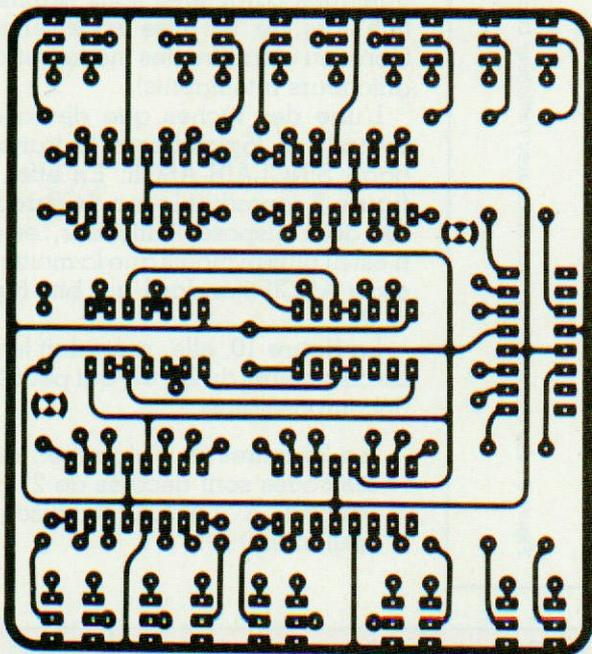

Figure 5 - Tracé du circuit imprimé universel.
- nous donnons à la figure 5 un tracé universel pour le circuit im-